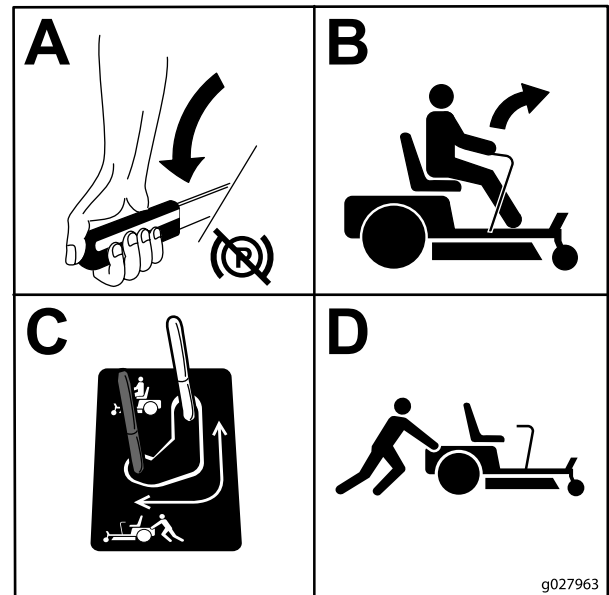

Bild 28
3. Zum Schieben der Maschine bewegen Sie die Bypasshebel nach hinten und außen, um sie zu arretieren (Bild 28).
5. Schieben Sie die Bypasshebel in die VORDERE Stellung, um die Maschine einzusetzen (Bild 28).